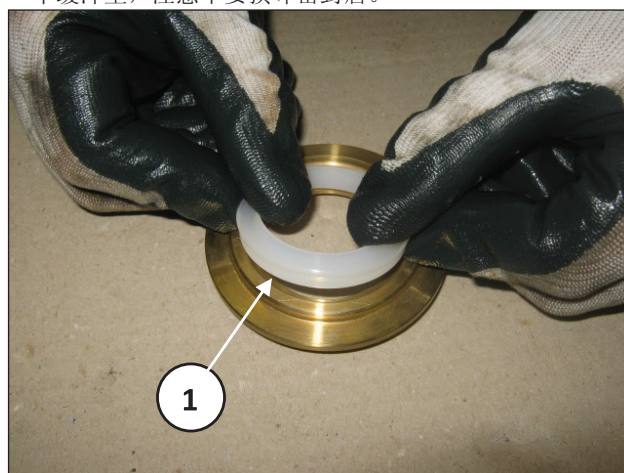

图 125
将刮环安装在底座中(位置①, 图 125), 如有必要, 可使用一个缓冲垫, 注意不要损坏密封唇。